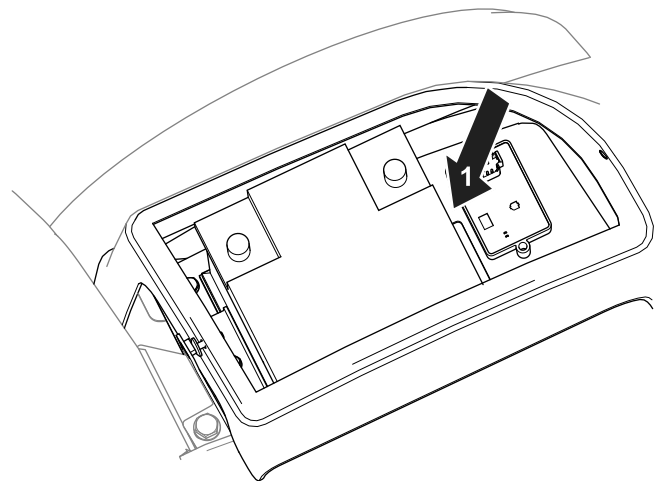

Figura 19
9. Utilice una brida para enrollar cualquier parte sobrante del arnés de cables delante de la batería (Figura 19).